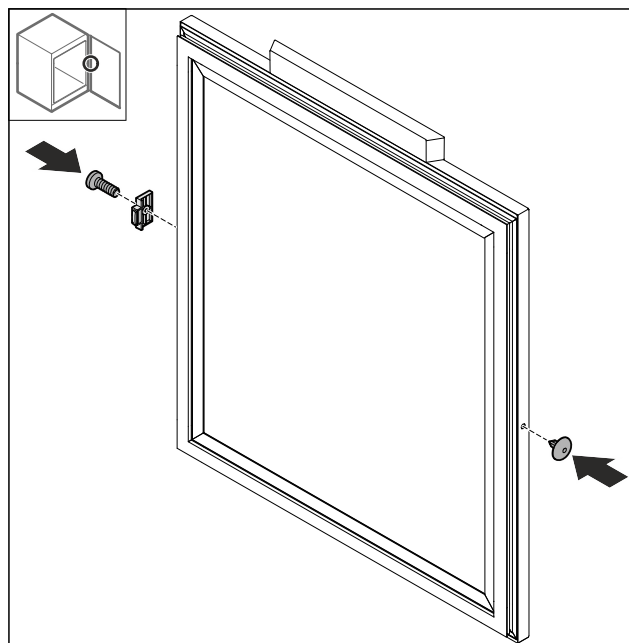

Fig. 18
- Montirajte zaustavljač vrata Fig. 18 (1) okrenut za 180° na suprotnu stranu.
- Umetnite poklopac Fig. 18 (2) na suprotnu stranu.